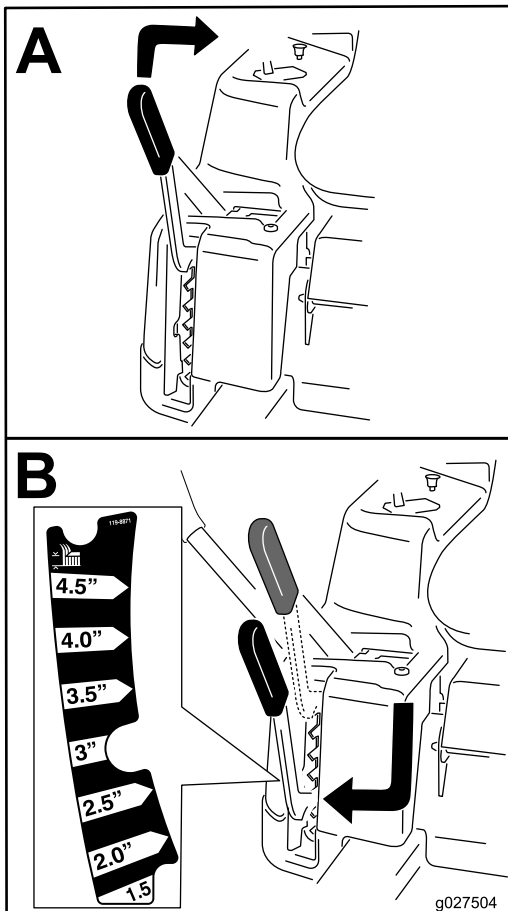

Figure 23
**Remarque:** La position de transport est la position de hauteur de coupe la plus élevée (115 mm [4,5 po]), comme montré à la Figure 23.